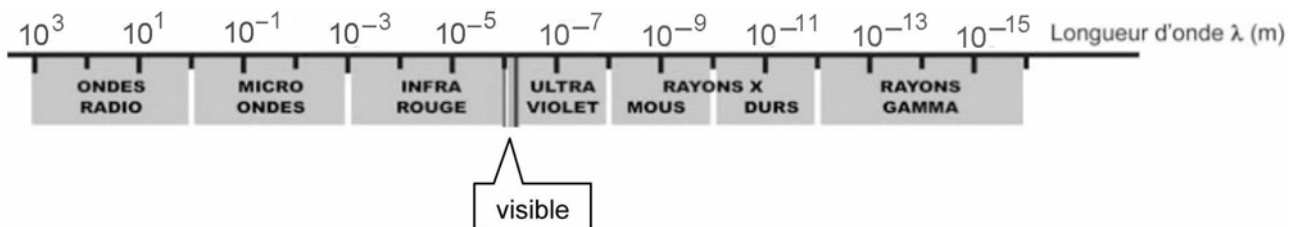

Figure 11. Spectre des ondes électromagnétiques
3.2. À l'aide de la **figure 11** ci-dessous, indiquer à quel domaine appartiennent les ondes électromagnétiques utilisées par le procédé Bluetooth®.